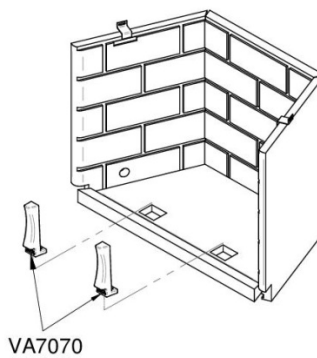

Figure 42.1
1. Retirez les andirons (VA7070) en dévissant les boulons d'ancrage. Figure 42.1